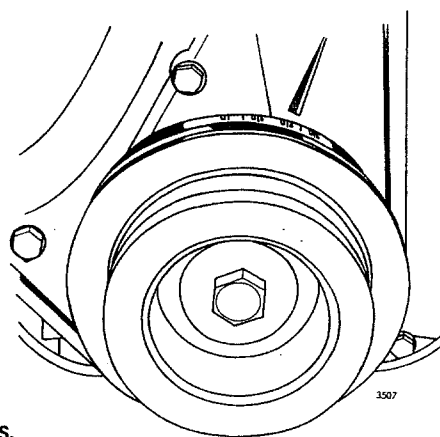

Fig 06-50. Gradering för tändinställning
1. Gör rent vevaxelns remskiva så att graderingen blir väl synlig, se fig 06-50.